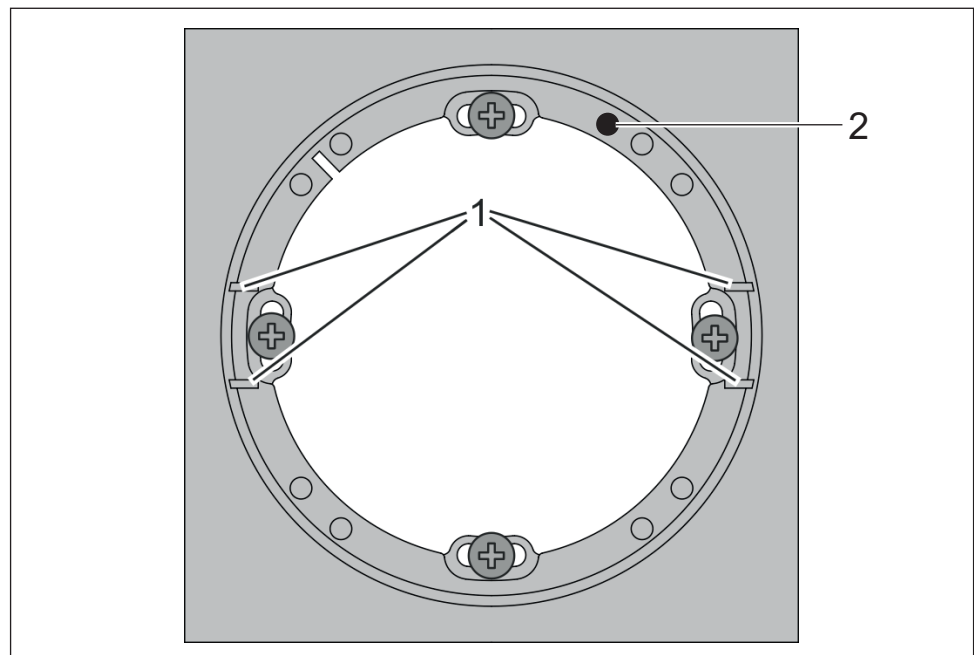

Fig. 12: Aro, leitor WRU 200
2. Aparafuse o aro do leitor à caixa para interruptor pré-instalada. Certifique-se de que as cremalheiras de fixação do leitor estão colocada à direita e à esquerda (Fig. 12/1) e que a marcação preta (Fig. 12/2) está na parte superior.